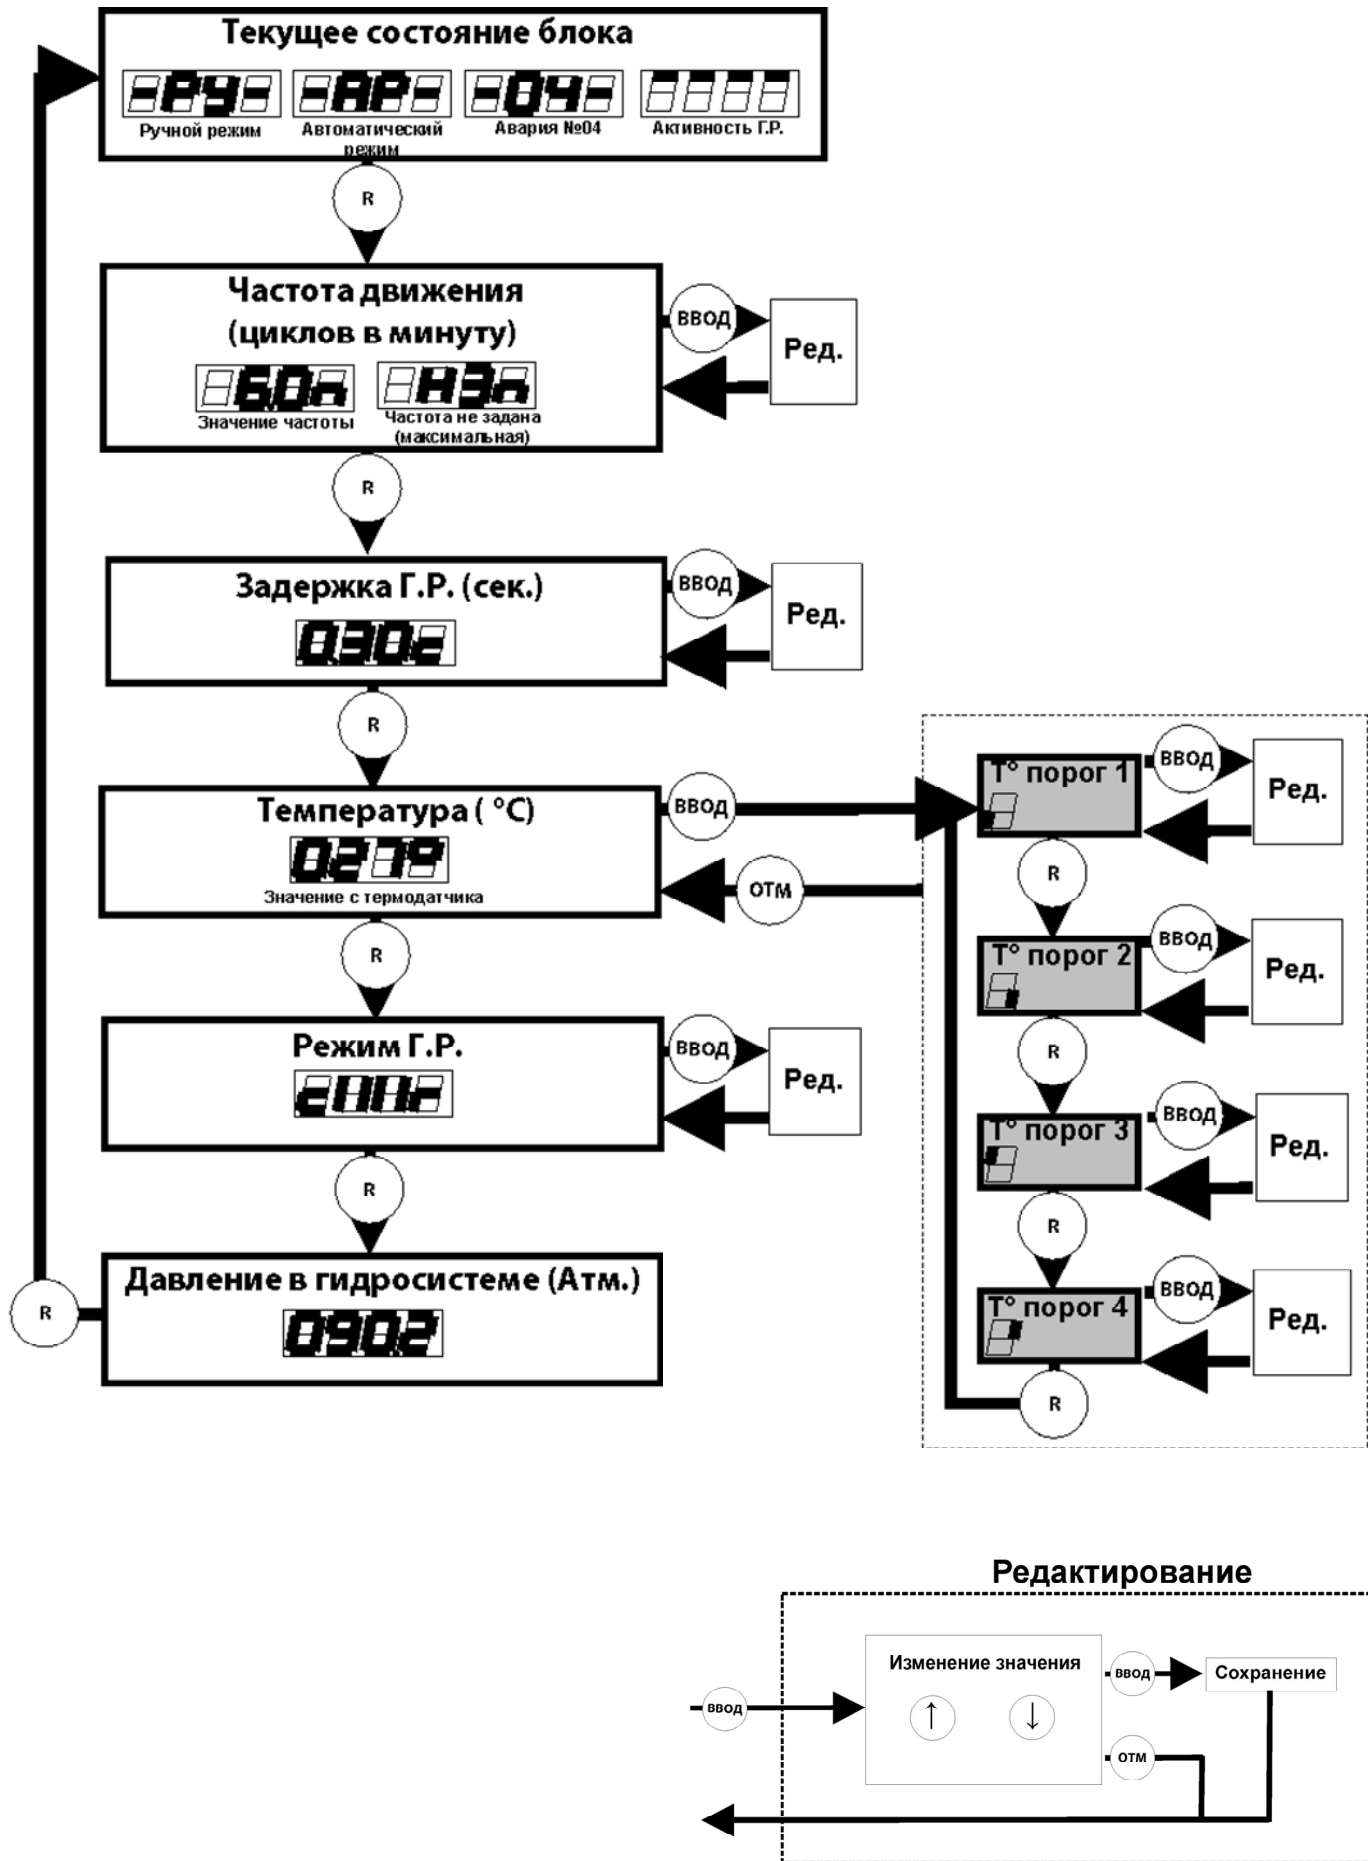

Рис. 9. Алгоритм просмотра и редактирования параметров.
Установка параметров производится с помощью кнопок и 4–х разрядного цифрового индикатора или с компьютера с установленной программой `UGP_config`. Порядок просмотра и задания уставок параметров непосредственно на блоке УГП осуществляется по алгоритму, показанному на Рис. 9. По нажатию кнопки **Р** поочередно выбираются окна просмотра и редактирования параметра. Нажатием кнопки **ВВОД** выбирается режим редактирования выбранного параметра. Редактирование параметра производится с помощью кнопок \uparrow (увеличить), \downarrow (уменьшить).
- кнопка **R**: при нажатии кнопки осуществляется переключение на следующий параметр, выводимый на дисплей (Рис. 9). При длинном (более 1 с) нажатии кнопки происходит переход в главное окно меню.